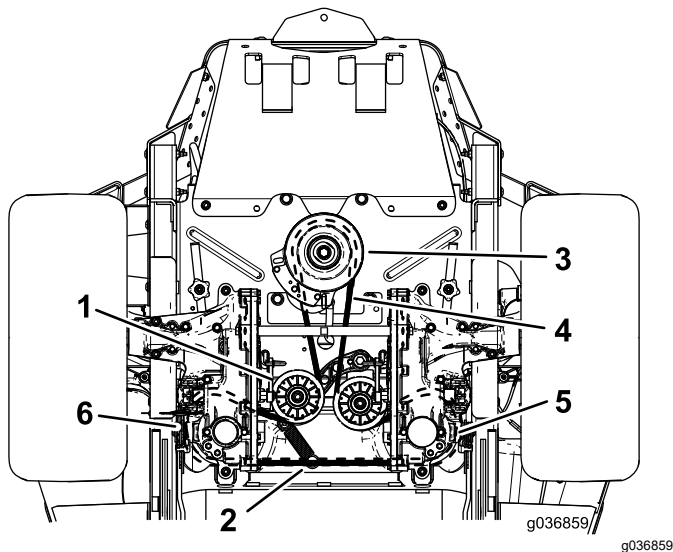

Bild 64
6. Entfernen Sie die Spannscheibenfeder von der Strebe (Bild 64).
8. Verlegen Sie den neuen Riemen um die Motorriemenscheibe und um die zwei Riemenscheiben der Hydraulikpumpe (Bild 64).